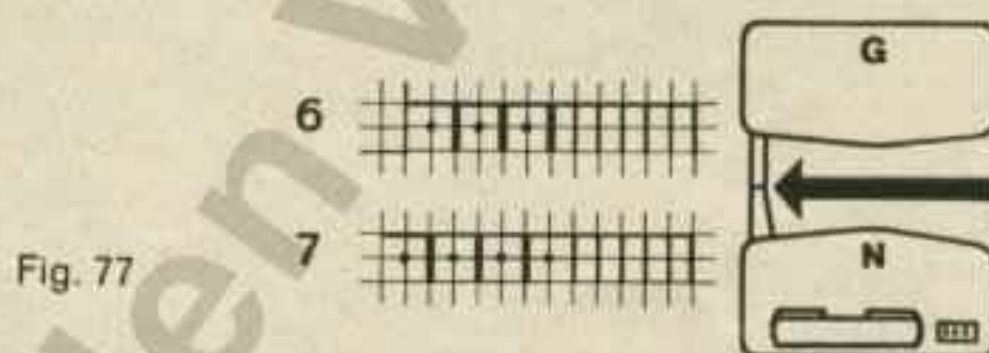

Fig. 77
### Beidseitig 6 Maschen aufnehmen, Fig. 77
Nadelstellung zum Aufnehmen einer geraden Maschenzahl (6), Fig. 77 oben.
Nadelstellung zum Aufnehmen einer ungeraden Maschenzahl (7), Fig. 77 unten.